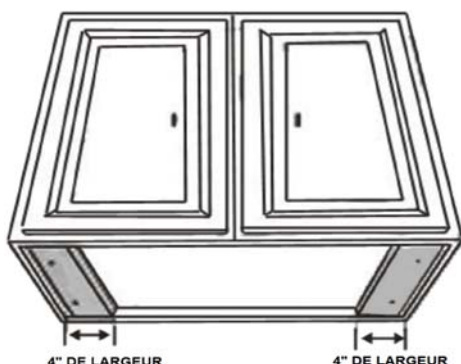

Figure 1
- Pour installer sous le placard avec fond encastré, attachez de larges bandes de remplissage de bois de 4" (non fournies) de chaque côté. Voir Figure 1.
3. Par l'intérieur de la hotte, placez les vis de montage au centre exact de chaque trou de passage et fixez-les au-dessous de l'armoire. Serrez toutes les vis jusqu'à ce qu'elles soient bien fixées. Soyez prudent lorsque vous utilisez un tournevis électrique afin de ne pas endommager la hotte. Dans le cas d'évacuation à la verticale, raccordez et fixez le conduit rond de 6'' en métal (voir figure 1).
Dans le cas d'une évacuation à la verticale, raccordez et fixez le conduit rond de 6'' en métal (comme à la figure 1) pour relier l'échappement sur la hotte à la canalisation. Utilisez du ruban pour conduits pour rendre tous les joints solides et étanches.